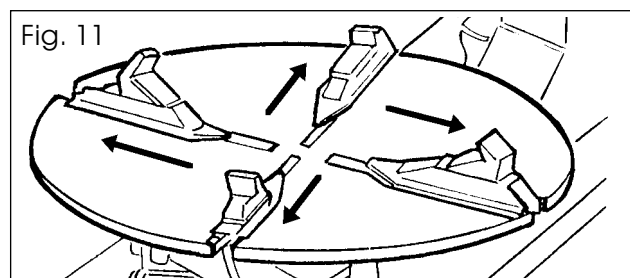
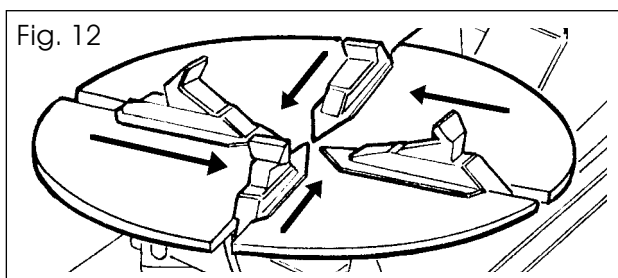
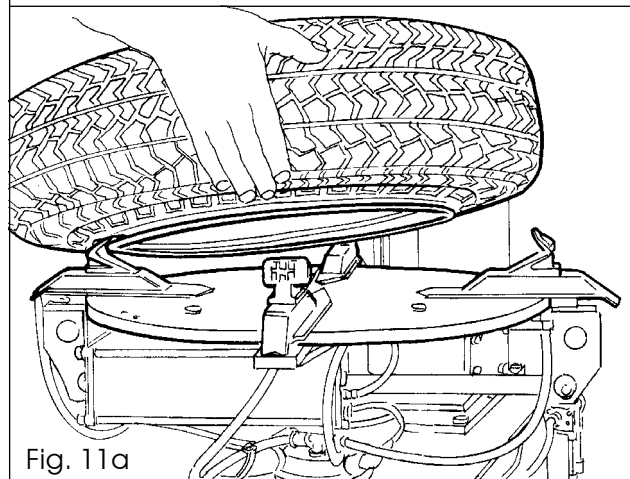

Fig. 11
Fig. 12
Fig. 11a
- ❑ Appuyer sur la pédale (10) pour amener les mors à l'extérieur du plateau (Fig. 11), s'il faut bloquer la jante sur l'extérieur, comme le montre la Figure 11a (conseillé pour les jantes en alliage) ; sinon, pour bloquer la jante sur l'intérieur (Fig. 12a), maintenir la pédale (10) pressée pour amener les mors au centre du plateau (Fig. 12).